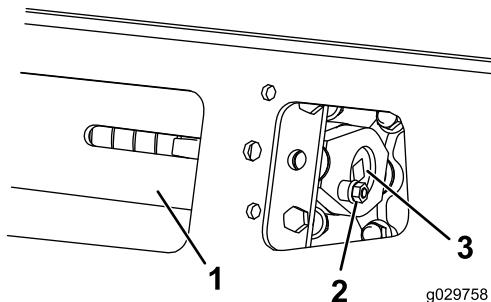
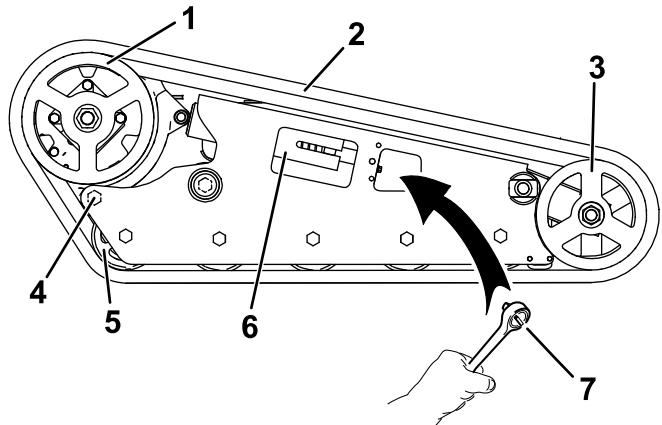

Figura 53
Figura 54
3. Togliete il bullone di bloccaggio e il dado (Figura 53).
5. Allineate l'intaglio più vicino della vite di tensione al foro del bullone di bloccaggio e fissate la vite con il bullone di bloccaggio e il dado (Figura 53).
3. Utilizzando una chiave a tubo da 1/2 pollice, scaricate la tensione girando la vite di tensione in senso orario (Figura 53 e Figura 54).
4. Allentate il bullone posteriore, vicino alla ruota motrice (Figura 54).
6. Dopo avere liberato il cingolo dalla ruota anteriore, toglietelo dalla ruota conduttrice e dalle ruote non motrici (Figura 54).
7. Avvolgete il nuovo cingolo iniziando dalla ruota conduttrice e controllando che i denti del cingolo si alloggino tra i distanziali della ruota stessa (Figura 54).
8. Spingete il cingolo sotto e tra le ruote non motrici (Figura 54).